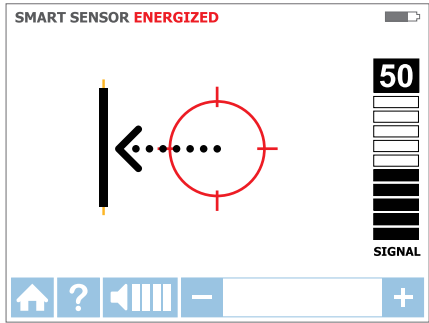

Figura 3.1d Cable a la izquierda
4. Mueva el receptor en la dirección indicada por la flecha que aparece en la pantalla (consulte la Figura 3.1d).